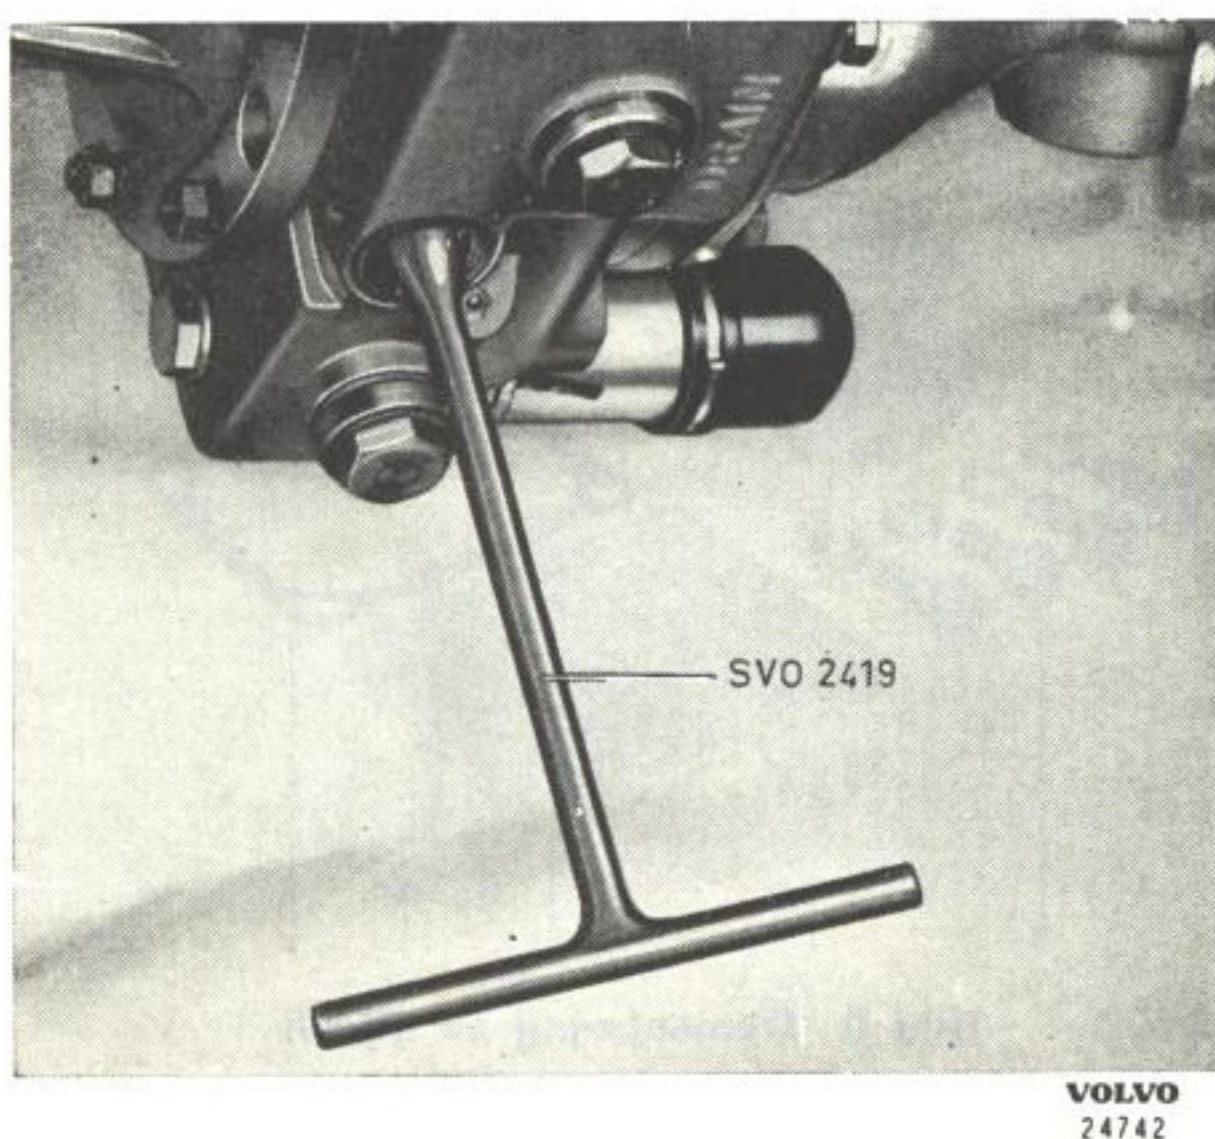
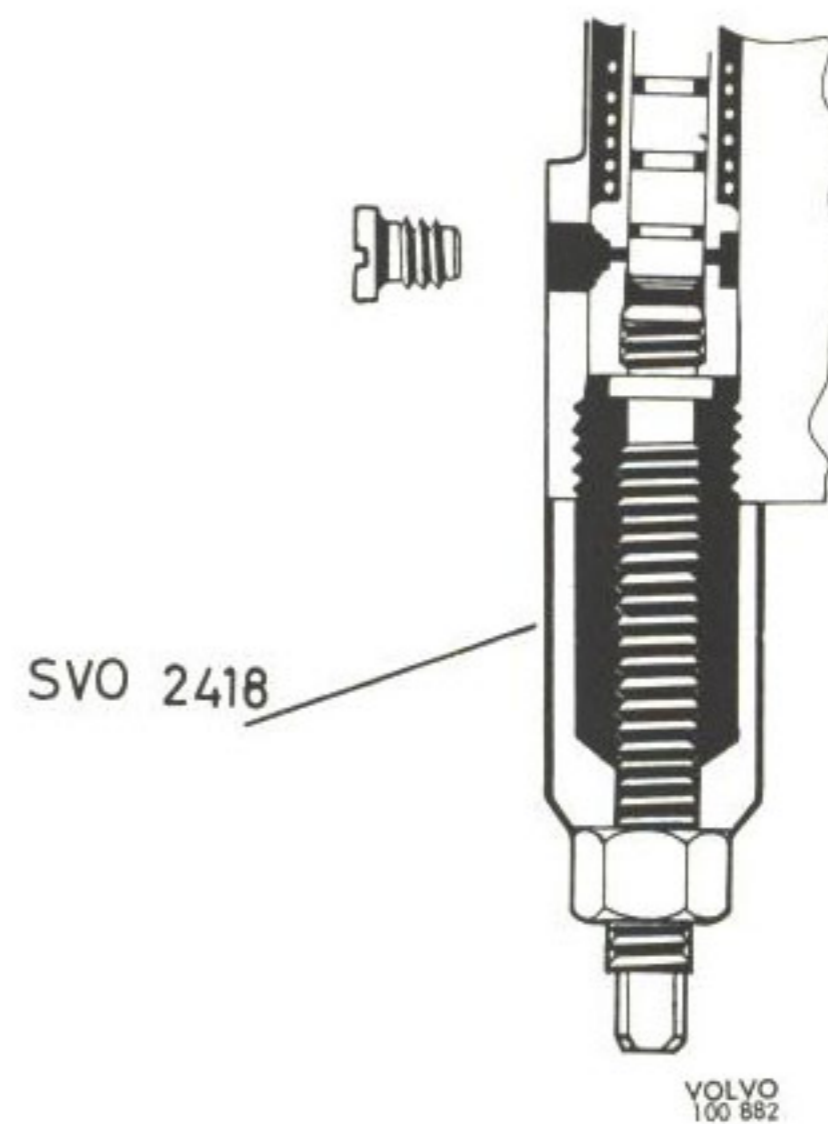

Bild 11. Demontering av ventilsåte, oljepump
Bild 12. Demontering av oljepump
2. Lossa proppen under oljepumpen och tag ut fjäder (8) och kula (6). Lossa ventilsåtet (7) med nyckel SVO 2419, se bild 11. Rengör och kontrollera delarna.
4. Pumpen demonteras på följande sätt: Lossa skruven, som håller pumpen, genom hålet i förlängningsstycket (58). Skruva fast avdragaren SVO 2418 på ventilsåtets plats och drag ut pumpen, se bild 12.
8. Tag bort propparna och tag ut delarna för manöverventil, reduceringsventil och utloppsventilen för pumpen. Tag bort låsskruven och tag ut oljepumpen. Om pumpen sitter hårt fast, demonteras ventilsetet med nyckel SVO 2419, se bild 11. Därefter drages pumpen ut med avdragare SVO 2418, se bild 12.